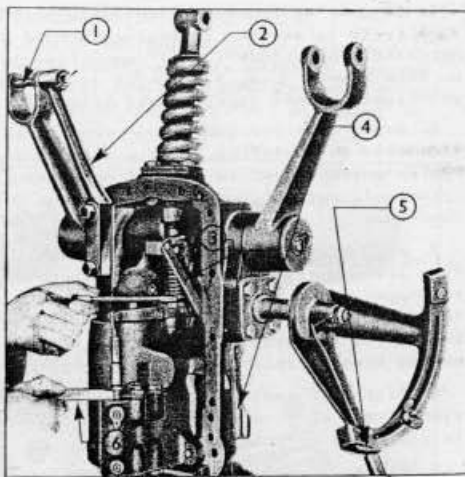

Fig. 14
3. Maintenir le contre-écrou de la tige de commande de position, et faire tourner cette tige jusqu'à ce qu'il soit tout juste possible d'introduire l'extrémité "Commande de position" de la lame-jauge T-8512-g entre le clapet de commande et l'extrémité arrière du coussinet du clapet de commande (fig.14).